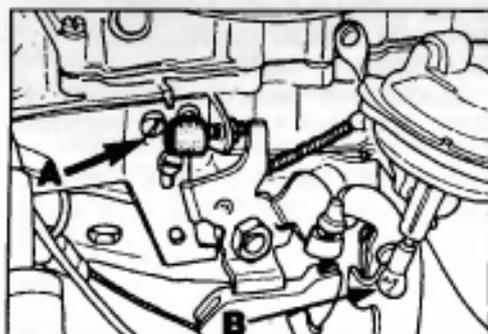

Рис. 4 Начальная установка дроссельной заслонки (А)
- Удалите со стопорного винта защитный колпачок (А, Рис. 4).